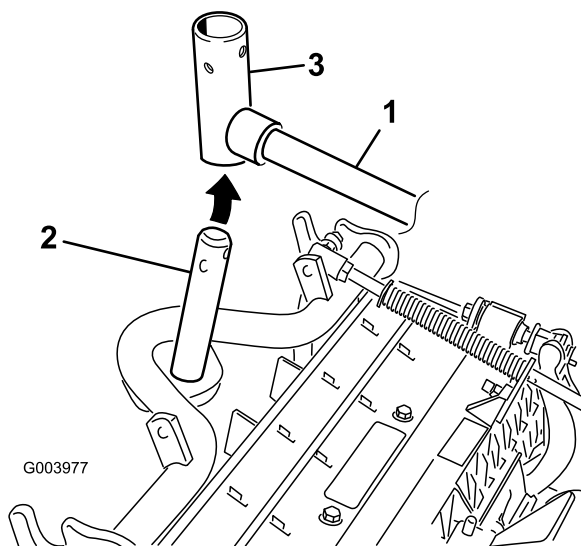

图11
8. 对于前滚刀组在将承载架轴向上插入提升臂轴轭的同时把滚刀组滑到提升臂下方图11。
- B. 将提升臂枢轴插入承载架轴的上方图11。